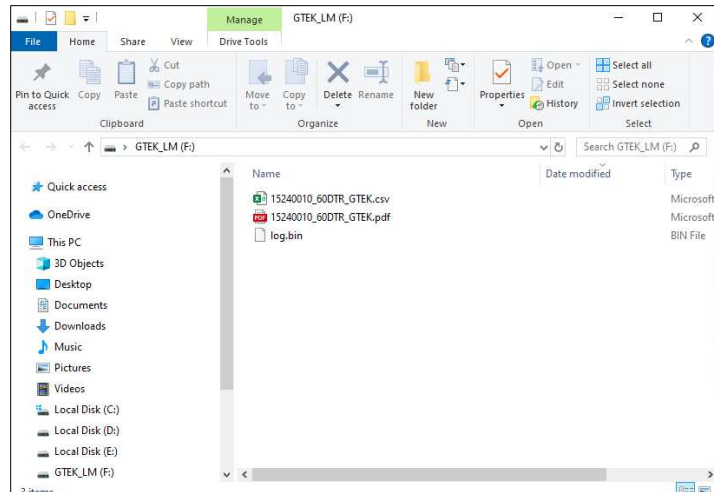

Figura 22 Detectado como unidad de almacenamiento masivo USB
- Una vez que el registrador de datos esté conectado con la PC, aparecerá la ventana de la unidad de almacenamiento masivo USB como se muestra en la figura 22, mostrando el informe PDF / CSV y el archivo de registro de la bandeja de datos en aproximadamente 30 segundos.